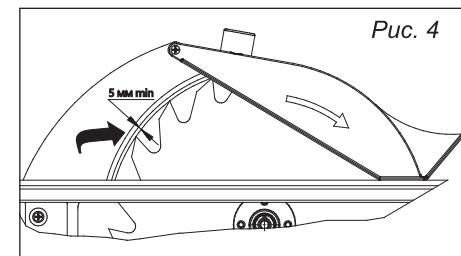

Рис. 4
- Выставить зазор между расклинивающим ножом и зубьями пильного диска. Зазор должен быть не более 5 мм (рис. 4) (для установки зазора перемещайте расклинивающий нож по наклонному пазу);
- Установить защитный кожух на расклинивающий нож (рис. 4);